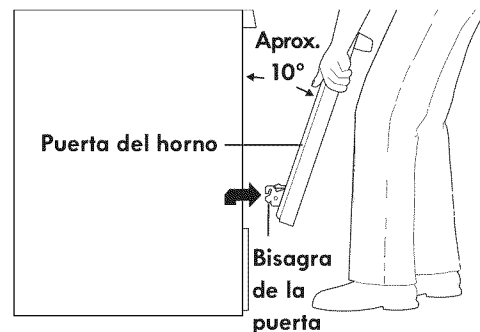
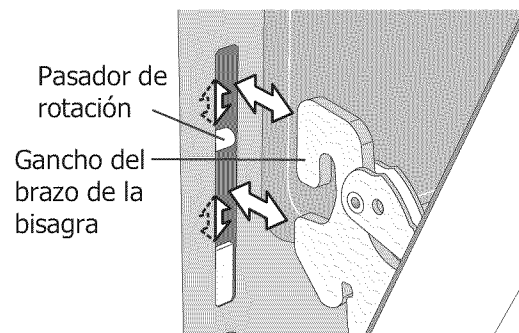

Figura 19: Cómo sujetar la puerta para su extracción
Figura 20: Ubicación del brazo de la bisagra y el pasador de rotación
3. Sostenga firmemente ambos lados de la puerta del horno en sus costados. No levante la puerta del horno por la manija (vea la Figura 19).
5. Levante los brazos de las bisagras de la puerta sobre los pasadores de rotación ubicados a cada lado del marco del horno (vea la Figura 19).
1. Sostenga firmemente ambos lados de la puerta del horno en sus costados. No levante la puerta del horno por la manija (vea la Figura 19).
2. Sosteniendo la puerta en el mismo ángulo de extracción (vea la Figura 19), coloque el gancho del brazo de la bisagra sobre los pasadores de rotación ubicados a cada lado del marco de la puerta (vea la Figura 20). El gancho de los brazos de las bisagras debe estar completamente asentado sobre los pasadores de rotación.